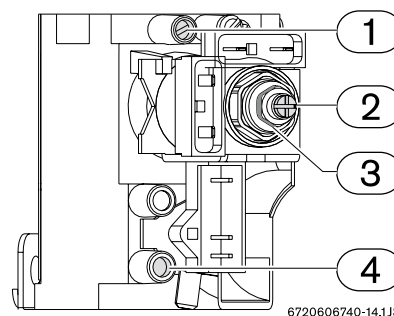

Fig. 12 Punti di controllo/regolazione gas
- ▶ Con una chiave di misura corrispondente, ruotare il dado (Fig. 12, pos. 3).
- ▶ Tenere fermo il dado (Fig. 12, pos. 3) con una chiave di misura corrispondente.
- ▶ Con un cacciavite **non magnetico** ruotare la vite (Fig. 12, pos. 2).